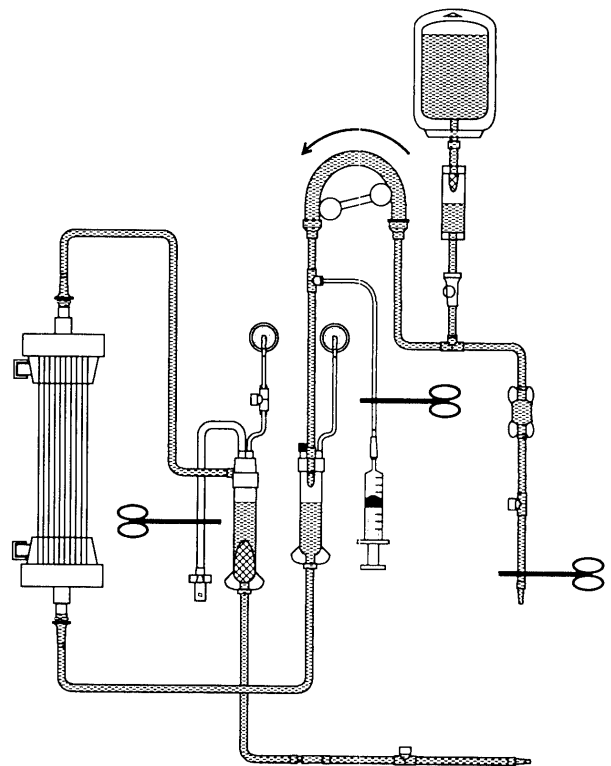

図7 静脈回路と血漿分離器との接続および血液側回路の充填・洗浄
4) 静脈側ドリップチャンバーをチャンバーホルダーにセットし血漿分離器出口側と静脈側回路を接続する。血液ポンプを回転させドリップチャンバーの2/3程度に充填した後、静脈側回路を充填洗浄する (図7の様に血漿返却ラインはゴム鉗子で閉止する)。